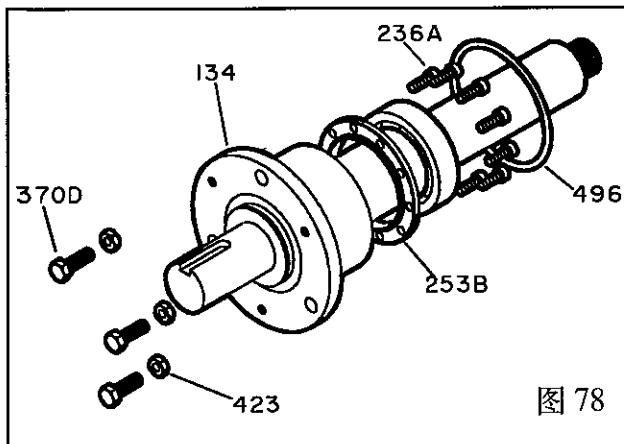

图 78
3. 拧下推顶螺栓(370D)和螺母(423)(图 78)。